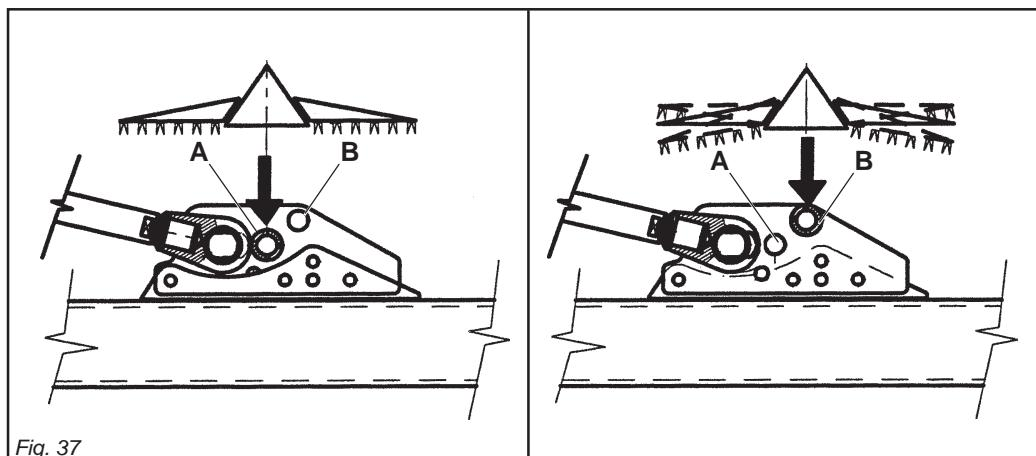

Fig. 37
Per avere la possibilità di lavorare su terreni non perfettamente piani (collina, piccoli avallamenti o dossi), bisogna spostare la boccola che permette lo scorrimento dello snodo del martinetto sollevamento corpi, dalla posizione «A» alla posizione «B» (Fig. 37).
*Move the sleeve that allows the pivot of the ram that lifts the units from position «A» to position «B» (Fig. 37) to work on ground that is not perfectly flat (hills, small hollows or mounds).*
Um auf Gelände arbeiten zu können, das nicht ganz eben ist (Hügel, kleine Erdsenkungen oder Erhebungen), muss die Buchse verschoben werden, die das Gleiten des Hubzylindergelenks zum Heben der Körper aus der Position «A» in die Position «B» gestattet (Abb. 37).
*Pour avoir la possibilité de travailler sur des sols qui ne sont pas parfaitement plats (colline, petits affaissements ou talus), il faut déplacer la bague qui permet de faire coulisser l'articulation du vérin de soulèvement des corps, de la position «A» à la position «B» (Fig. 37).*
Para contar con la posibilidad de trabajar sobre terrenos no perfectamente planos (colina, terrenos con hundimientos o badenes), es necesario desplazar el buje que permite el desplazamiento de la articulación del gato de elevación cuerpos, de la posición «A» a la posición «B» (Fig. 37).